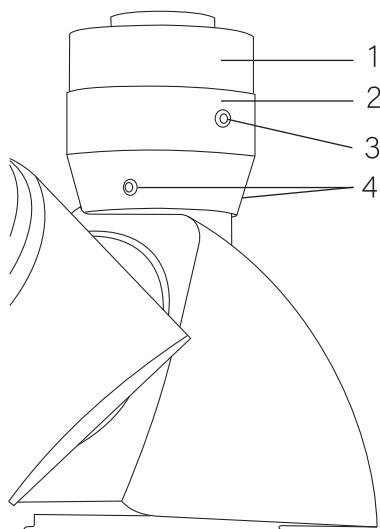

Рис. 16. Канал визуализации.
- Установите камеру на адаптер C-mount 1 (рис. 16).
- Подвижками адаптера вдоль оптической оси настройте резкое изображение на мониторе и зафиксируйте адаптер винтом 3 (рис. 16).
- Если изображение находится не по центру, ослабьте центрирующие винты 4 (рис. 16) и отрегулируйте положение камеры так, чтобы изображение переместилось в центр.
- При необходимости скорректируйте фокусировку подвижкой адаптера 1 (рис. 16).
- Затяните стопорный винт 3 (рис. 16).
- Ослабьте стопорный винт 3 (рис. 16) и поверните камеру с адаптером вокруг оси так, чтобы отображаемое направление изображения совпало с направлением движения предметного столика и затяните винт 3.
- При необходимости подфокусируйте изображение объекта подвижкой адаптера 1 (рис. 16).